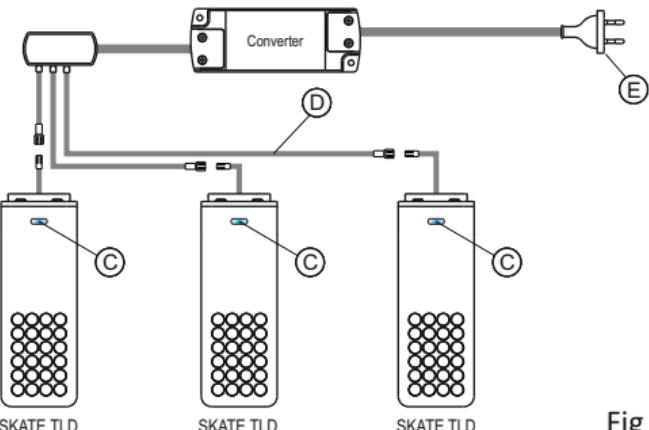

Fig 3
- **TLD (fig.3)** (touch-led dimmer)
- Connect the feeder plug (E) to an AC outlet (230V 50/60Hz) (fig. 3,4,5).
- **TLD (Abb.3)** (touch-led dimmer)
- Den Stecker (E) des Konverter an einer Wechselstrom-Steckdose anschließen (230V 50/60Hz) (Abb. 3,4,5).
- Raccorder la fiche (E) du câble d'alimentation du transformateur à une prise de courant alternatif (230V 50/60Hz) (fig. 3,4,5).